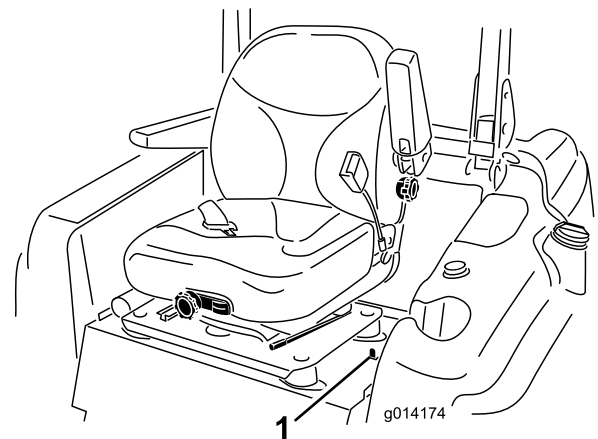

Figura 14
1. Mueva el enganche del asiento, situado en el lado izquierdo del asiento, hacia atrás para desenganchar el asiento, y tire hacia adelante la parte superior del asiento (Figura 14).